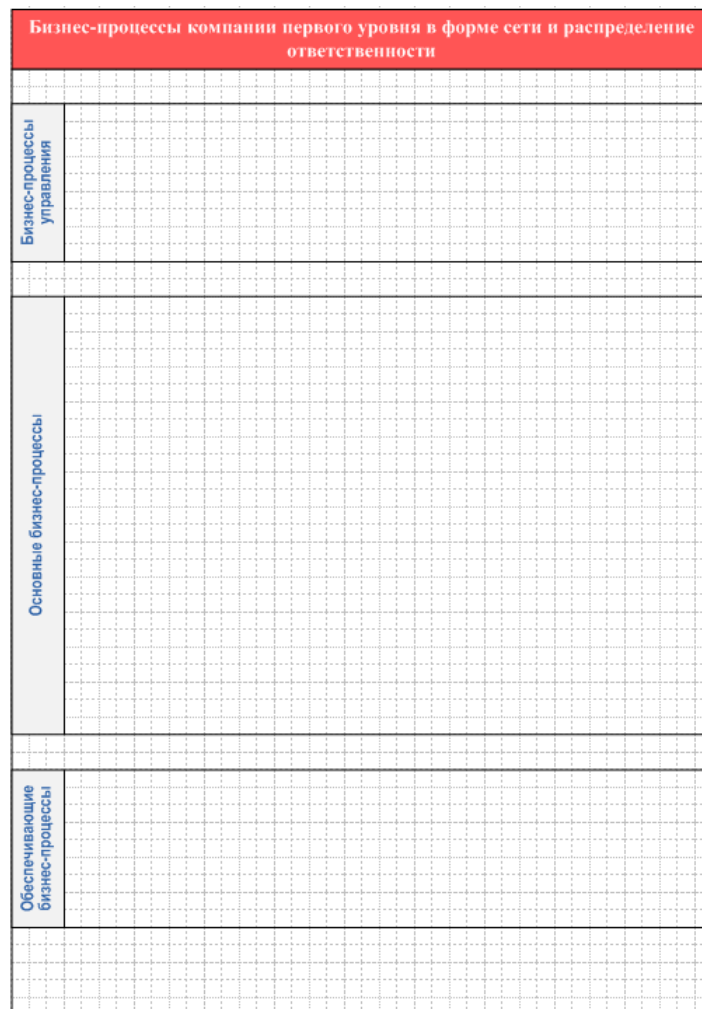

Рис. 66. Размещение на диаграмме горизонтальных групп процессов
7. Разместите еще две горизонтальные группы процессов: *Основные бизнес-процессы* и *Обеспечивающие бизнес-процессы* (рис. 66).